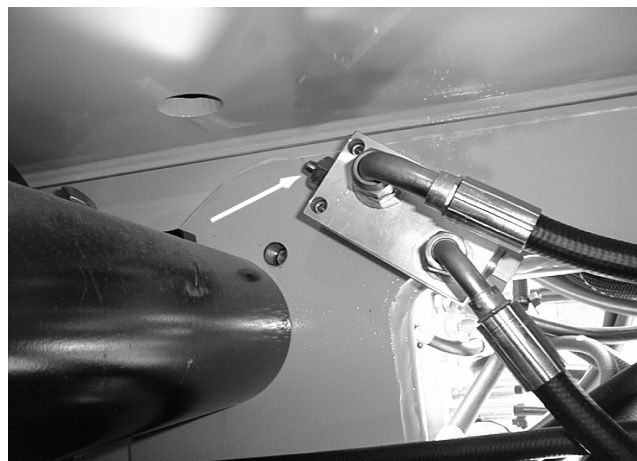

Figura 2-5. Interruptor limitador vertical de la pluma de torre
- a. Colocar la máquina sobre una superficie nivelada con el conjunto de pluma de torre en la posición de almacenamiento. Identificar el interruptor limitador vertical de la pluma de torre que está adyacente al cilindro elevador de torre en el extremo inferior (trasero) de la pluma de la base de la torre. Abrir el capó izquierdo y efectuar una revisión visual para verificar que el émbolo del interruptor limitador vertical de la pluma de torre esté completamente extendido. El émbolo se muestra completamente extendido en la Figura 2-5.